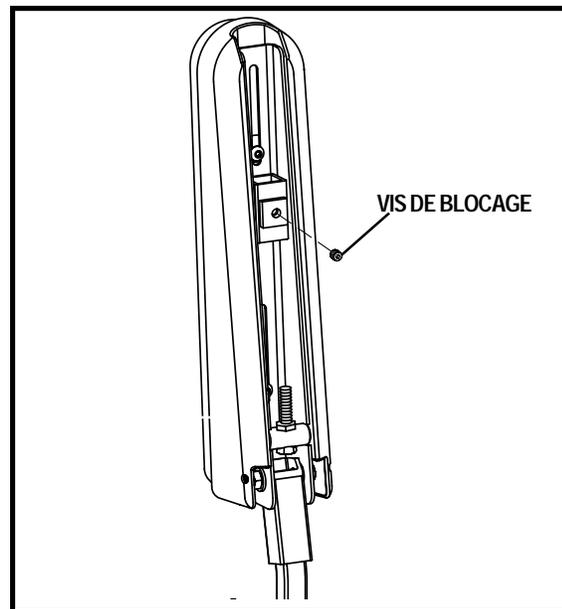

Figure 24. Dessous de l'accoudoir
2. Desserrez la vis de réglage sous l'accoudoir. Voir la figure 24.
4. Relevez l'accoudoir à la verticale et desserrez la vis de blocage. Voir la figure 24.